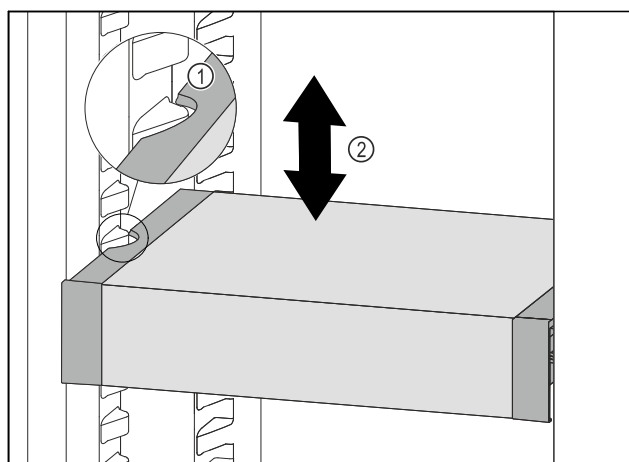

Fig. 127
- ▶ Dra VarioSafe framåt tills sidofördjupningarna på VarioSafe är i samma nivå som behållarlisterna i kyldelen. Fig. 127 (1)
- ▶ Förflytta VarioSafe uppåt eller nedåt i kyldelen tills önskad höjd har uppnåtts. Fig. 127 (2)